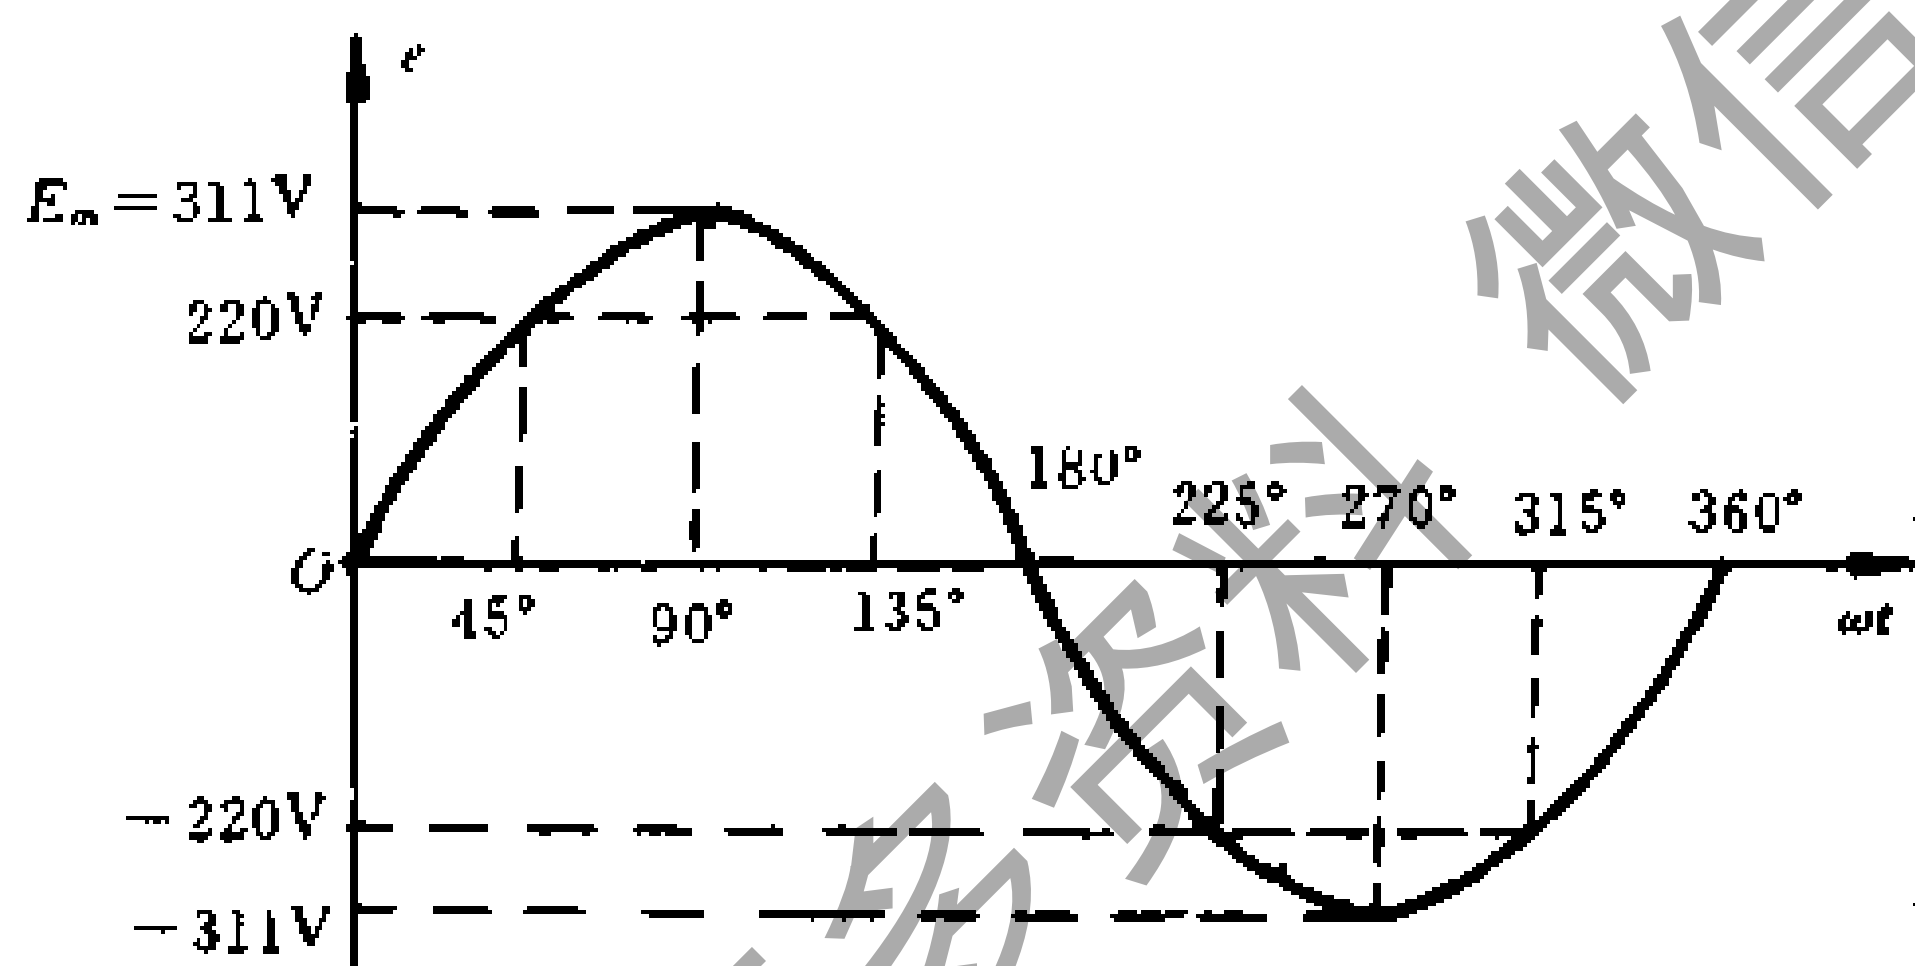
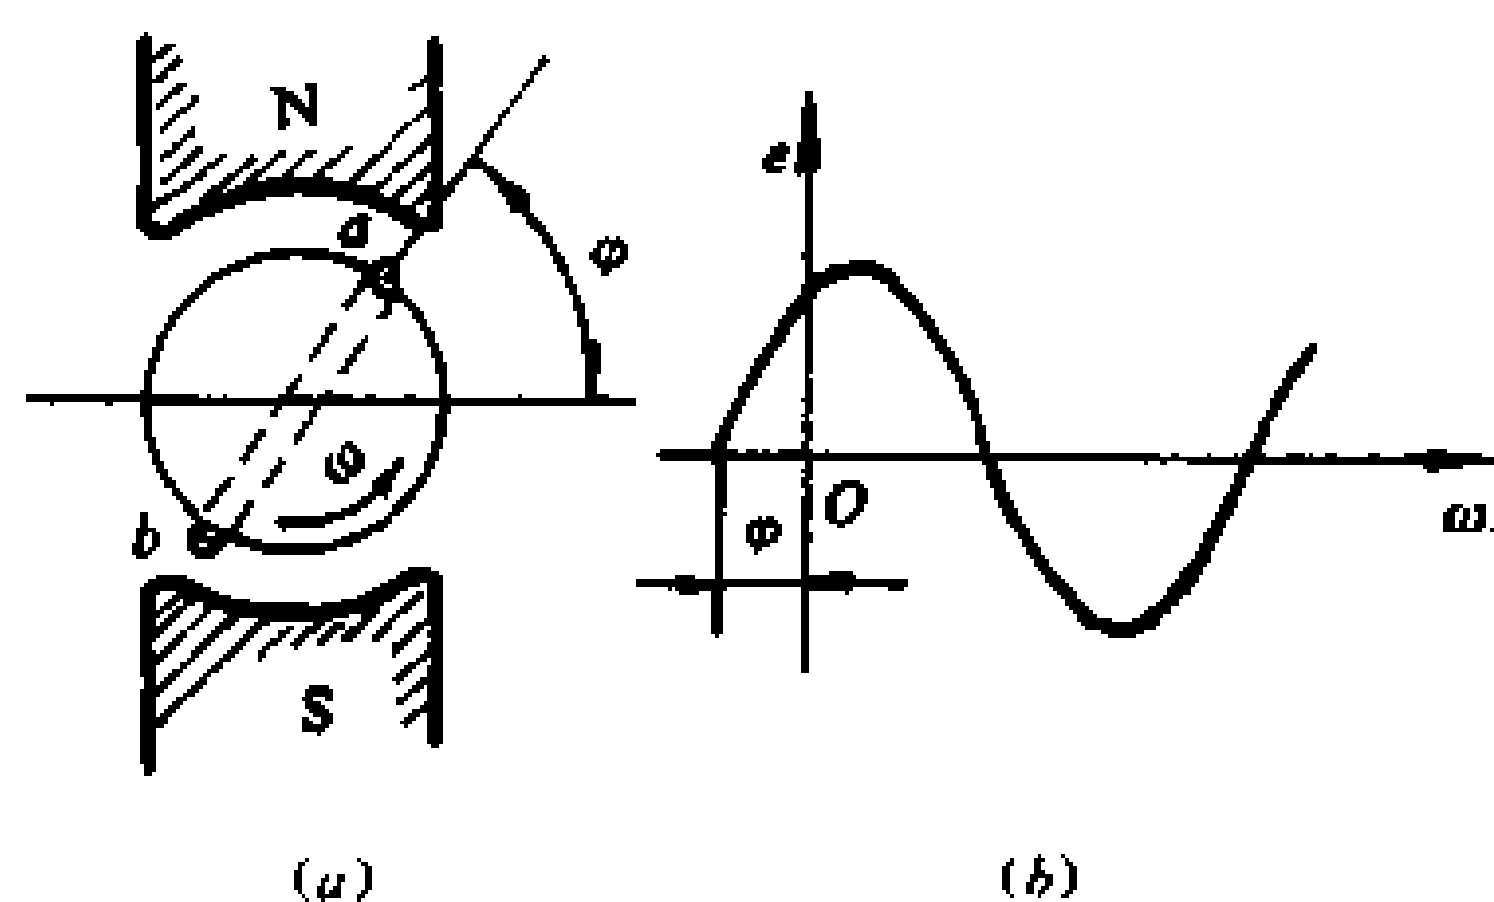

图 1-64 正弦感应电势波形示意图
图 1-65 正弦交流电的初相角图
(1) 初相角：如前所述，公式  $e = E_m \sin \omega t$  可以用图 1-64 的波形图来表示。曲线的计时起点选择在感应电势为零的那一瞬间。如果导线开始转动之前就和中性面之间存在一个角度  $\varphi$ ，那么导线在一开始转动的瞬间就有感应电势产生〔图 1-65(a)〕。这个开始时就存在的角度称为初相角。此时，感应电势的瞬